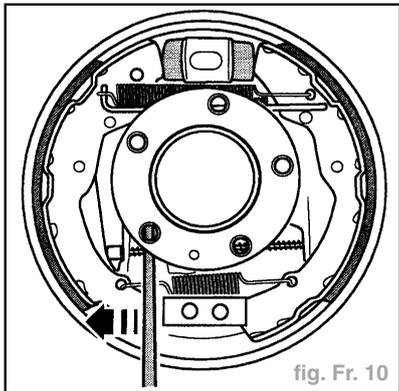

fig. Fr. 10
- À l'aide d'un tournevis bloquer les segments de frein dans le sens de la flèche derrière la tôle d'appui, en bas (fig. Fr. 10).